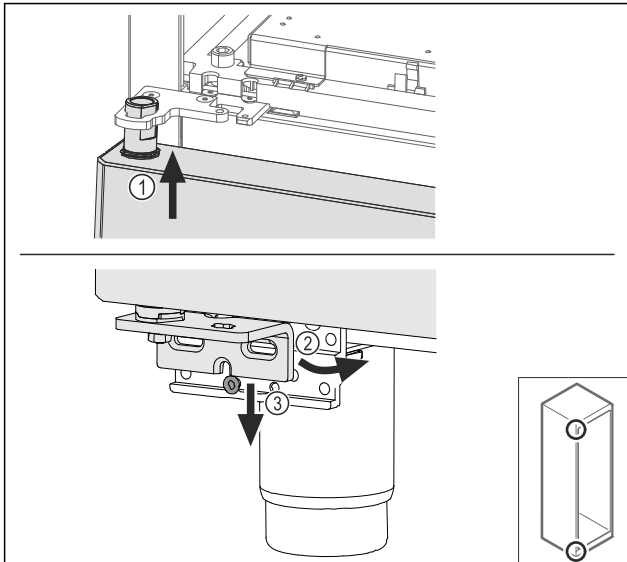

Fig. 68
- ▶ Lehce naklopená dvířka zasuňte nahoře Fig. 68 (1), dvířka narovnejte Fig. 68 (2) a nasadte je dole na šroub stojanu ložiska Fig. 68 (3).